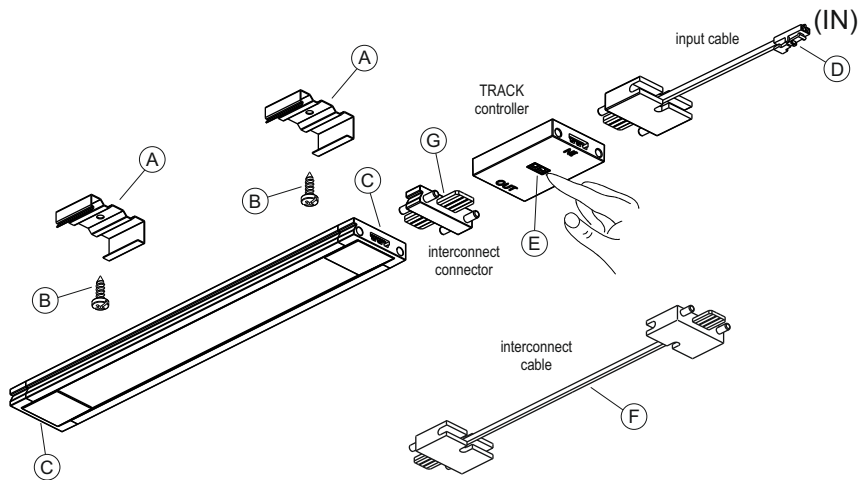

Fig 1
- Fix the clips (A) to the installation surface using the screws (B) supplied in the package as shown in figure 1.
- Connect the power supply cable (D) to the **TRACK controller** or to the input connector (C) of the **TRACK** then attach the profile to the clips (A) fixed to the installation surface.
- Connect the power supply cable (D) to the **TRACK controller** or directly to the power supply connector (C) of the lighting profile.
- If necessary, use the appropriate extension cables (F) or interconnection connectors (G) for continuous row
- Finally, attach the profile to the clips (A) fixed to the installation surface.
- Fixer les clips (A) sur la surface de montage à l'aide des vis (B) fournies comme le montre la figure 1.
- Brancher le câble d'alimentation (D) au **TRACK controller** ou au connecteur d'entrée (C) du **TRACK**, puis accrocher le profilé aux clips (A) fixés sur la surface de montage.
- Brancher le câble d'alimentation (D) au **TRACK controller** ou bien directement au connecteur d'alimentation (C) du profilé lumineux.
- Si nécessaire, utiliser les rallonges appropriées (F) ou les connecteurs (G) d'interconnexion pour ligne continue
- Accrocher enfin le profilé aux clips (A) fixés sur la surface de montage.